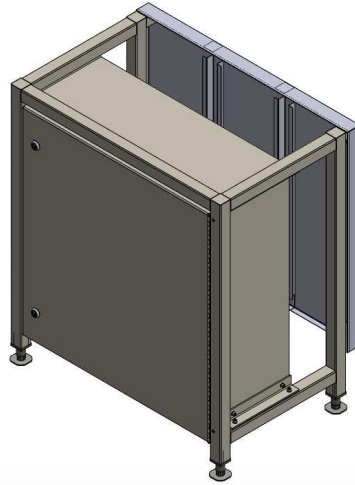

Abb. 11: Hauptverteiler im Transportzustand
- ◆ Ziehen Sie beide Arretierungsknöpfe (3) heraus.
- ◆ Nehmen Sie den Deckel (1) samt Halterung (2) ab.
- ◆ Klappen Sie die Halterung (2) in den Deckel hinein.
- ◆ Stecken Sie den Deckel (1) in die Halterung (4), siehe auch Abb. 11:).